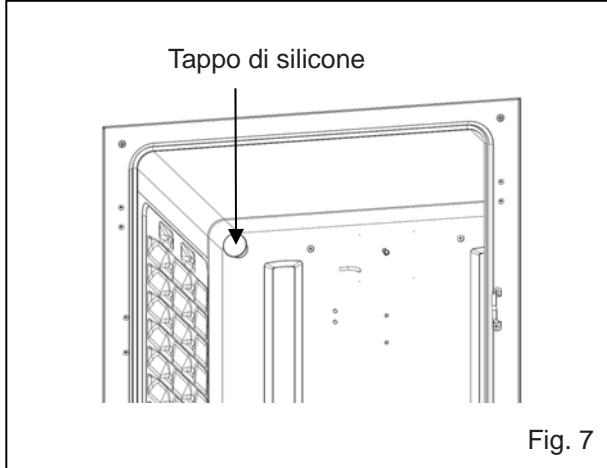
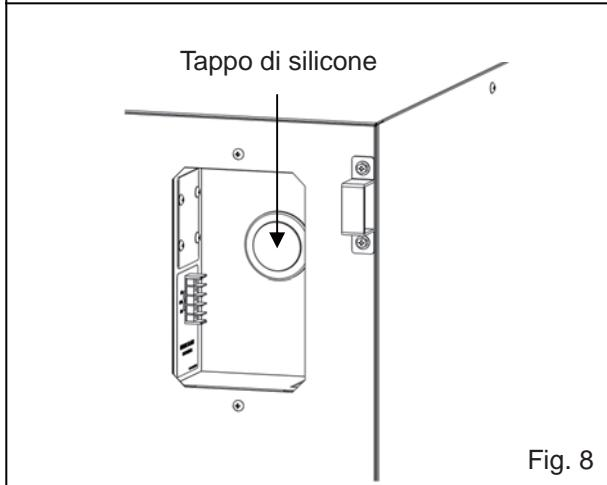

Fig. 7
Fig. 8
8. Togliere i tappi di silicone per la porta di accesso all'interno (Fig. 7) e all'esterno (Fig. 8).